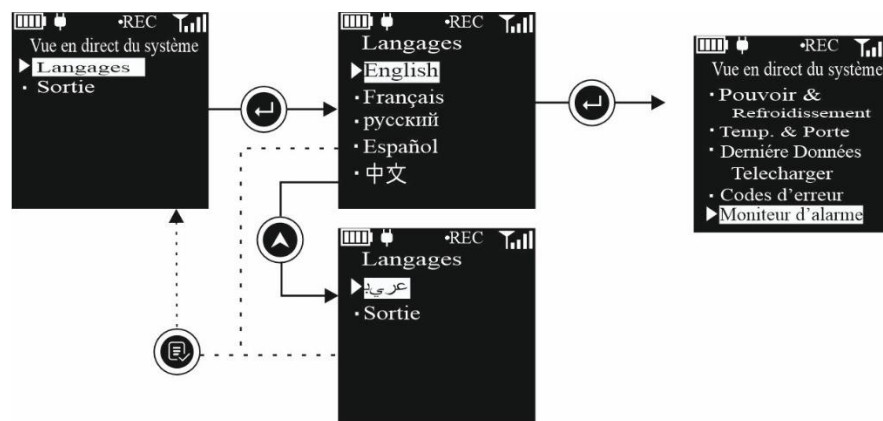

Figure 25 Menu de sélection de la langue
6. **Langues** : La langue par défaut de l'écran I-EMD est l'anglais. Les utilisateurs peuvent changer la langue via le menu Paramètres de langue. Les options de langue disponibles incluent l'anglais, le français, le russe, l'espagnol, le chinois et l'arabe. Pour sélectionner une langue préférée, suivez les étapes indiquées dans la figure 25.